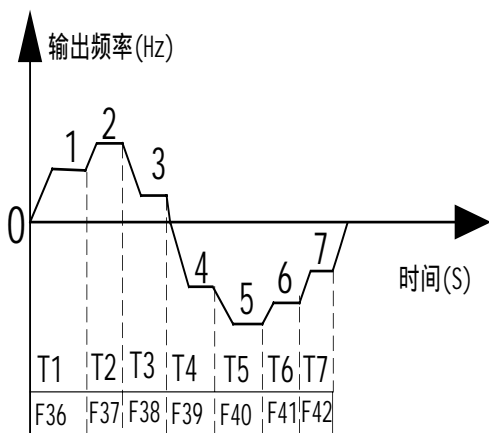

图 5-9 程序运行逻辑图
- 若要清除已运行时间，可将程序运行模式选择功能代码 F43 的内容值重新存入一次，或在输入端子功能选择功能代码 F67=4 时，X1 端子产生一个开和关动作。程序运行过程如图 5-9 所示。